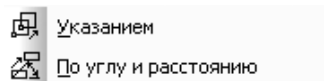

Рис. 2.6. Всплывающее меню пункта **Сдвиг** выпадающего меню пункта **Редактор** главного меню
- **Сдвиг** вызывает всплывающее меню, показанное на рис. 2.6.